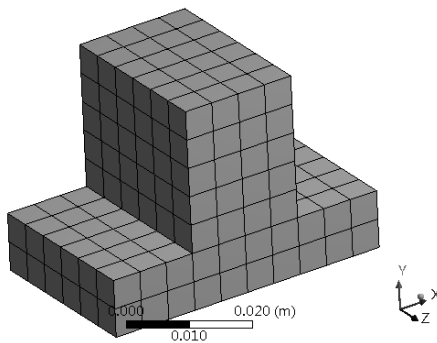

图 5-195 网格模型
Step10 : 划分完成后的网格模型如图 5-195 所示。